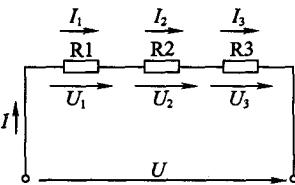

图 1—8 串联电路
**例 1—5** 有一万用表，满刻度电流  $I_a = 50 \mu\text{A}$ （即允许通过的最大电流），内阻  $R_a = 3 \text{k}\Omega$ 。现需扩展其量程，如图 1—9 所示。当转换开关 SA 置  $a$  点时，其量程扩展为 10 V，